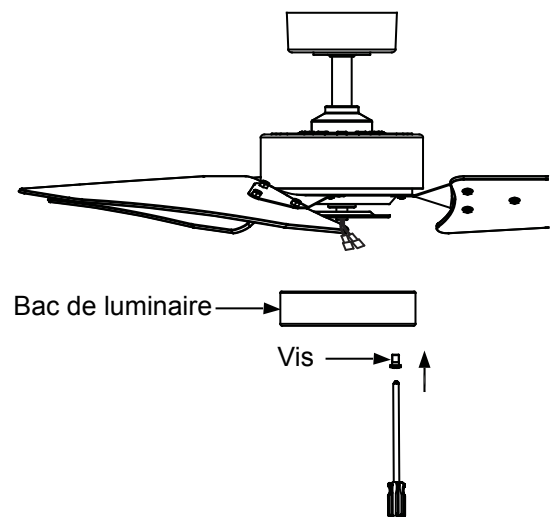

Fig. 19
**Étape 2.** Poussez le bac du luminaire vers le haut jusqu'au moteur du luminaire de façon à ce que les deux têtes de vis desserrées tiennent dans les fentes en trou de serrure. Tournez le bac du luminaire dans le sens des aiguilles d'une montre. (Fig. 19)
**Étape 3.** Réinsérez la vis qui a été retirée à l'étape 1. (Fig. 19)